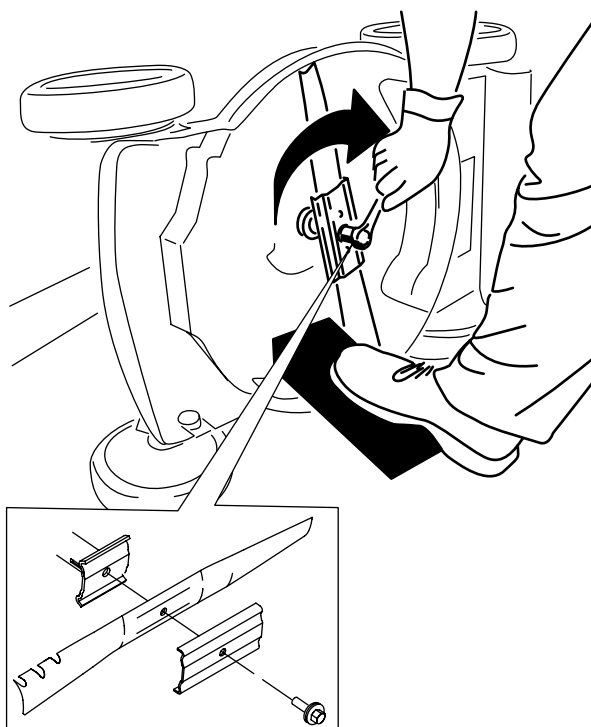

Figura 25
4. Instalați lama nouă și toate elementele de montare (Figura 25).